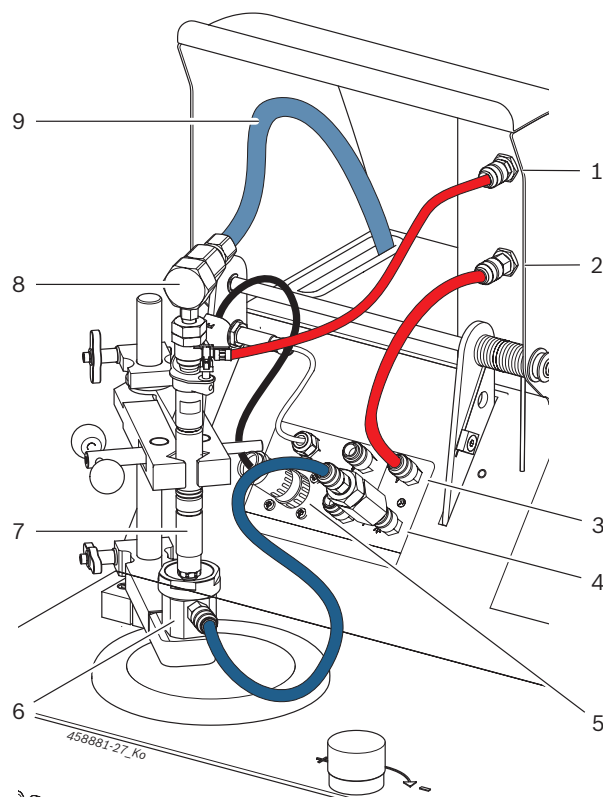

Fig. 5: Représentation de principe du raccordement de CRI piézo
2. Fixer le CRI piézo (fig. 5, pos. 6) au support à serrage .
3. Raccorder le flexible haute pression au CRI piézo avec l'adaptateur de raccordement (fig. 5, pos. 8, 9).
4. Raccorder le flexible 1 680 712 368 ou 1680 712 369 au retour du CRI piézo et à l' "Entrée retour CRI piézo" (fig. 5, pos. 1).
5. Raccorder le flexible 1 680 703 079 à la "Sortie retour CRI piézo" (fig. 5, pos. 2) et au "Raccord de contrôle pour débit de retour" (fig. 5, pos. 3).
7. Enfoncer le filtre d'entrée dans le "Raccord de contrôle pour débit d'injection" (fig. 5, pos. 4).
Après le "Leak test", monter la chambre d'injection sur le composant et raccorder le flexible 1 680 712 362 au raccord rapide de la chambre d'injection et, via le filtre d'entrée, au "Raccord de contrôle pour débit d'injection" (fig. 5, pos. 4).